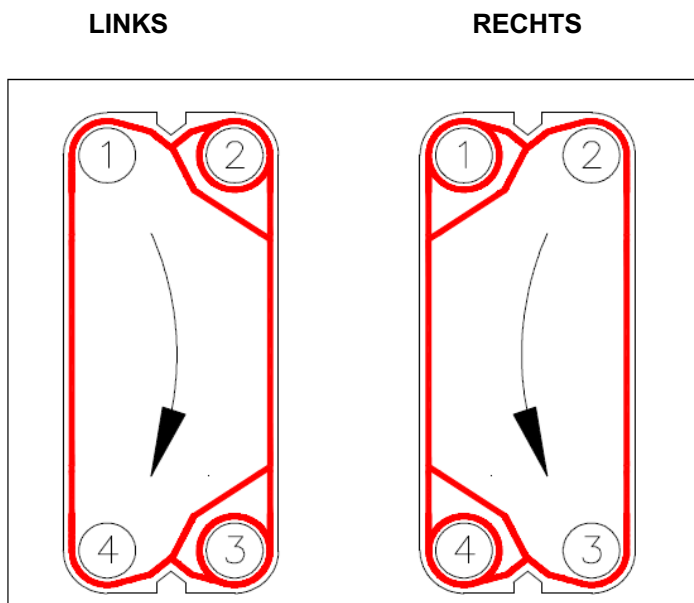

Abb. 5
- Bei der rechten Platte strömt die Flüssigkeit von Anschluss 2 nach Anschluss 3 oder von Anschluss 3 nach Anschluss 2 (Abb. 5).
- Die Strömung in der linken Platte verläuft von 1 nach 4 oder von 4 nach 1 (Abb. 5).